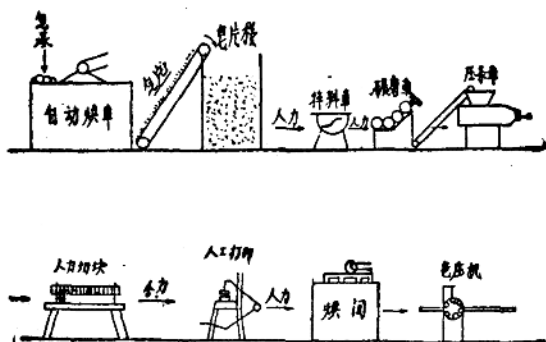

图 1 革新前的香皂生产流程
1. 革新前由烘車烘好的皂片用传送带送入皂片棧，使用时由皂片棧用人工取出送到攪拌車；攪好的料子用人力搬到碾磨机；从碾磨到小条子車及压条車之間有传送带連接，压好的皂条用人工切成皂块，送到脚踏打印机成形；再用人工車送进烘間，并送上包装机装包。其生产流程如图1。